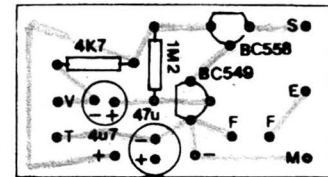

Fig.3
- **FIG. 3 - CHAPEADO DA MONTAGEM** - O lado não cobreado da plaquinha é agora visto, já com os principais componentes posicionados, todos identificados pelas suas estilizações costumeiras, indicações de códigos, polaridades, valores, etc. Pedimos atenção na acomodação dos dois transistores, devendo o leitor/hobbysta tomar cuidado para não *trocar* as localizações dos componentes, observando seus códigos antes da inserção... Notar também as orientações dos seus lados *chatos*... Outro ponto importante: a polaridade dos capacitores eletrolíticos, cujos terminais têm posição única e certa para inserção e soldagem à placa... Observar ainda os valores dos resistores em função dos lugares que ocupam na placa... quem tiver dúvidas poderá recorrer ao **TABELÃO APE** (encartado permanentemente na Revista...). Finalizadas as soldagens dos componentes que ficam *sobre* a placa, tudo